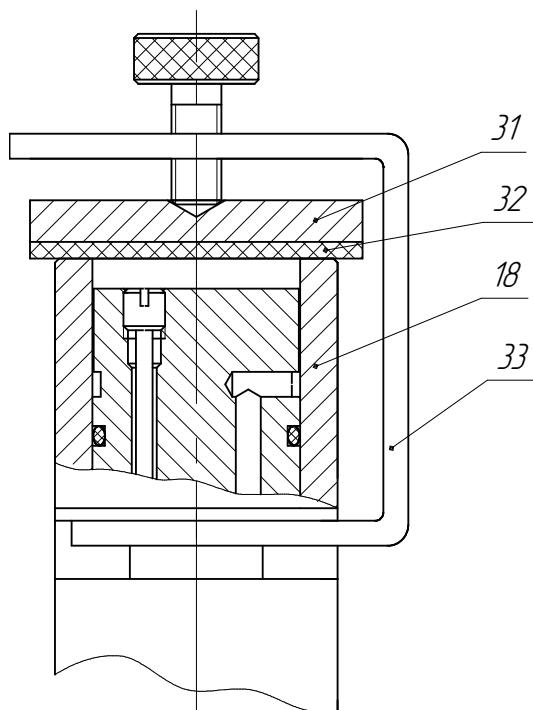

Рисунок 10 – Проверка герметичности
- заглушить сопло калибратора давления, прижав к срезу сопла (поз. 18, рис. 10) пластину (поз. 31) с резиновой прокладкой (поз. 32) с помощью специального приспособления (поз. 33) (входит в комплект поставки);
**ВНИМАНИЕ: ПОСЛЕ ОКОНЧАНИЯ ПРОЦЕДУРЫ ПРОВЕРКИ ГЕРМЕТИЧНОСТИ, ВО ИЗБЕЖАНИЕ ПОВРЕЖДЕНИЯ МАНОМЕТРА, ПЛАВНО СБРОСЬТЕ ДАВЛЕНИЕ ИЗ КАЛИБРАТОРА, ОСЛАБЛЯЯ ПРИЖАТИЕ ПЛАСТИНЫ (ПОЗ. 31, РИС. 10) ПРИСПОСОБЛЕНИЯ ДЛЯ ПРОВЕРКИ ГЕРМЕТИЧНОСТИ.**